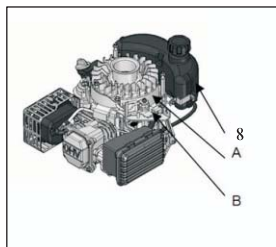

Fig. 12
4. Mova a alavanca do motor de arranque (localizada no equipamento) para soltar o travão do volante e verifique se há folga entre o braço do regulador e a controlo de retorno do acelerador quando a alavanca de retorno do acelerador estiver na posição rápida (ou alta). Verifique também se há uma distância mínima de 2 mm entre a tampa e o suporte do cabo do travão. (Ver Fig. 12)